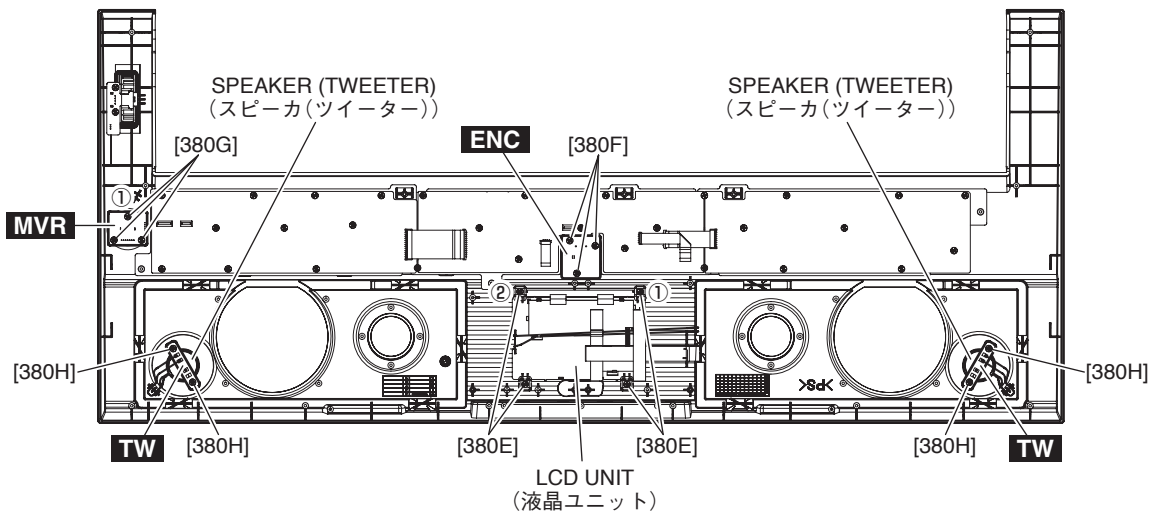

Fig. 3 (図3)
- 4-4 Remove the four (4) screws marked [380E]. The LCD UNIT can then be removed. (Fig. 3)
- \* **When installing the LCD unit, tighten the screws ①, ② in that order and then the remaining screws. (Fig. 3)**
- 4-4 [380E]のネジ4本を外して、液晶ユニットを外します。(図3)
- ※ 液晶ユニットを取り付けるときは、①、②の順でネジを締めてから他のネジを締めてください。(図3)
- 5-3 Remove the three (3) screws marked [380F]. The ENC circuit board can then be removed. (Fig. 3)
- 6-3 Remove the three (3) screws marked [380G]. The MVR circuit board can then be removed. (Fig. 3)
\* **When installing the MVR circuit board, first tighten the screw ① and then the remaining screws. (Fig. 3)**
- 7-2 Remove the two (2) screws marked [380H]. The TW circuit board and speaker (tweeter) can then be removed. (Fig. 3)
- 5-3 [380F]のネジ3本を外して、ENCシートを外します。(図3)
- 6-3 [380G]のネジ3本を外して、MVRシートを外します。(図3)
- ※ MVRシートを取り付けるときは、①のネジを締めてから他のネジを締めてください。(図3)
- 7-2 [380H]のネジ2本を外して、TWシートとスピーカ(ツイーター)を外します。(図3)